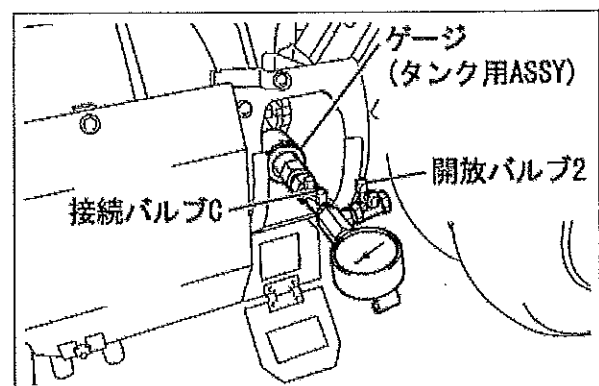

図4
- ゲージ(タンク用 ASSY)を給油口に接続する。(図4参照)
- ゲージ(タンク用 ASSY)の接続バルブ C を開き、LPG フューエルタンク内圧が 0.61MPa 以下であることを確認する。(図4参照)